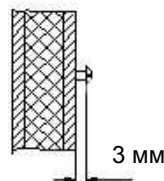
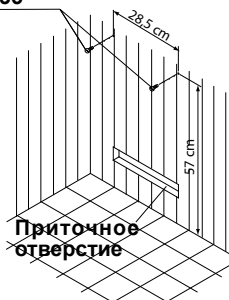

Рис.2
Рис.3
1.2 самореза вкрутить в деревянную стенку кабины в соответствии с указанными на рис. 3 размерами таким образом, чтобы между головкой винта и деревом оставалось прибл. 3 мм свободного пространства. (рис. 2)
4. Нагревательный прибор для сауны повесить на винты за специальные отверстия на задней стенке (рис. 3).